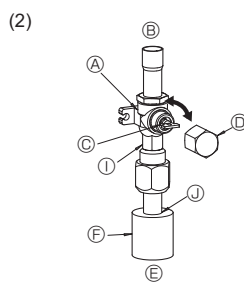

Fig. 4-7
- Côté gaz de la vanne d'arrêt (Fig. 4-7)